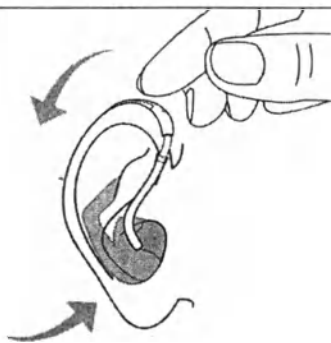

Рисунок 7 – Надевание слухового аппарата
2.1.4.3 После того, как ушной вкладыш правильно вставлен в ухо, разместите аппарат за ухом, поднимая его нижнюю часть и заправляя его за верхнюю часть ушной раковины (рисунок 7).